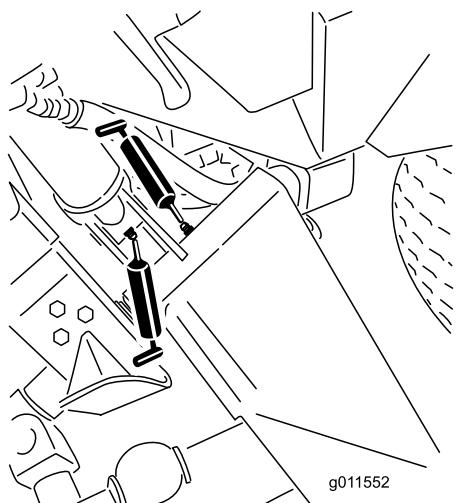
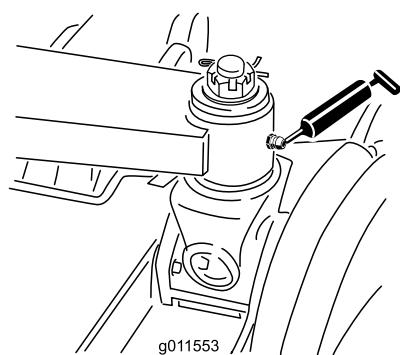

Figura 45
Figura 46
- Casquillos de los brazos de elevación principales (6) (Figura 45 y Figura 46).